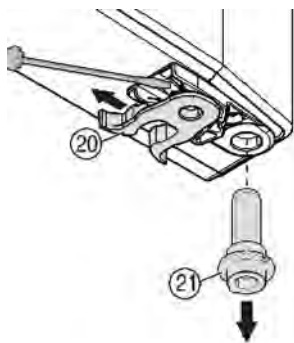

Рис. 8
- Перенесите пружинный зажим (рис. 8 (20)): нажмите на переднюю часть защелки и вытяните зажим вверх нее.
- Вытяните опорный стержень (рис. 8 (21)) из втулки двери и перенесите его на противоположную сторону вместе с шайбой. Передняя часть защелки должна быть сориентирована на внутреннюю сторону двери, а канавка — на наружную.
- Отведите дверь снизу внутрь и вставьте опорный стержень (рис. 8 (21)) в петлю. При необходимости поворачивайте опорный стержень, пока он со щелчком не встанет на место.